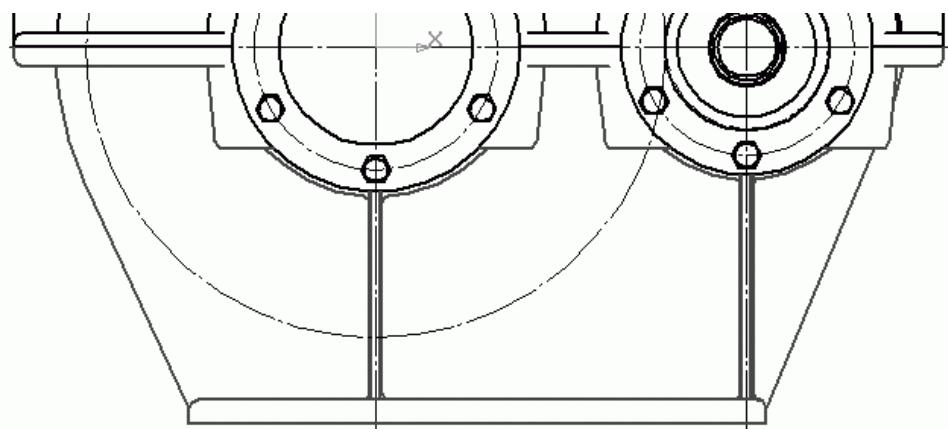

Рис. 2.115. Чертеж корпуса редуктора
5. Создать бобышки и ребра жесткости на корпусе намного проще, чем на крышке. Выделите указанные геометрические объекты на крышке редуктора (для этого не обязательно переходить на слой с изображением крышки), нажмите кнопку Симметрия на панели Редактирование и выполните отображение относительно горизонтальной осевой. Как вы заметили, отображенное изображение осталось на том же слое, что и его прототип. В принципе, в этом нет ничего страшного. Однако если вы хотите, чтобы бобышки корпуса располагались на том же слое, что и сам корпус, вам следует выделить все отображенные объекты, вырезать их с чертежа (команда меню Редактор > Вырезать или сочетание клавиш $Ctrl+X$), после чего вставить на слой, на котором изображен корпус (команда меню Редактор > Вставить или сочетание клавиш $Ctrl+V$). Обязательно проследите, чтобы при удалении (вырезании) объектов чертежа и при их вставке вы указали в качестве базовой одну и ту же точку вида. Симметричное изображение необходимо будет немного отредактировать из-за того, что толщина фланца корпуса превышает толщину фланца крышки редуктора. Вам также придется вручную дорисовать ребро жесткости под крышкой ведущего вала. Завершив редактирование, удалите вспомогательную геометрию с чертежа (рис. 2.115).